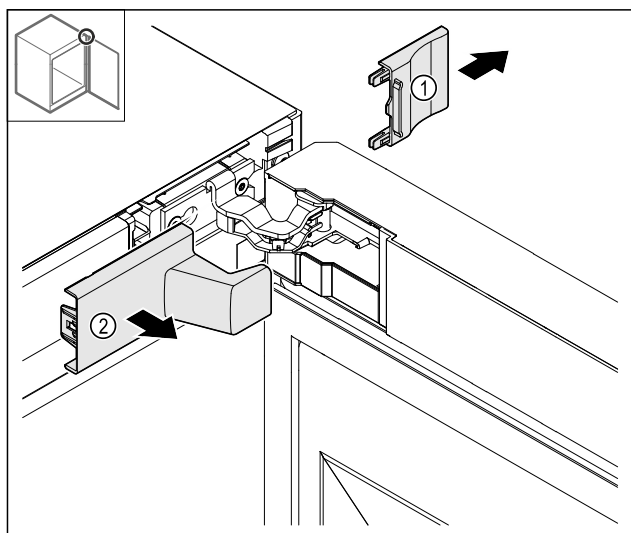

Fig. 14
► Retirar la cubierta Fig. 14 (1) y, a continuación, Fig. 14 (2).